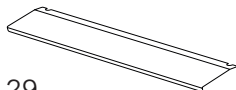

Figura 29
1. Se ha diseñado una protección térmica (Figura 29) para proteger el panel de control y perillas cuando el horno esté en modo Parrilla.